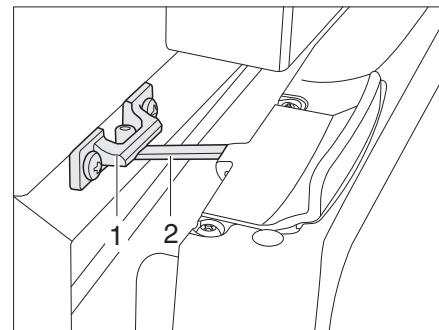

Fig. 134 Porta del frigorifero in posizione di ricircolo d'aria (Thetford)
■ Aprire il bloccaggio (Fig. 134,2) e innestarla nella sede di bloccaggio (Fig. 134,1). In questo modo la porta del frigorifero rimane ferma in posizione socchiusa.